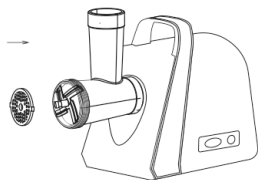

рис.5
7.1.4 Поместите необходимый диск в горловину с учетом совпадения пазов на диске и горловине (рис. 5).